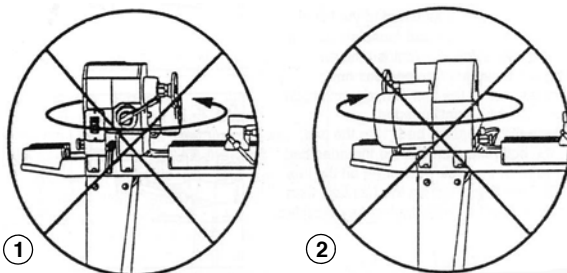

Abb. 14: Verstellung der Spindelstockes
Schritt1: Drehen Sie den Spindelstock nicht gegen den Uhrzeigersinn, wenn er sich in dieser Position befindet. (Pos.1, Abb.14)
Schritt 2: Drehen Sie den Spindelstock nicht im Uhrzeigersinn, wenn er sich in dieser Position befindet. (Pos.2, Abb.14)